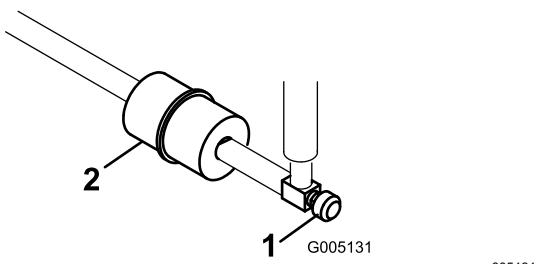

Figure 35
Le filtre à carburant en ligne se trouve dans la conduite d'alimentation, entre le réservoir de carburant et le carburateur (Figure 35).
1. Fermez le robinet d'arrivée de carburant (Figure 35).
2. Placez un bac de vidange sous le filtre, desserrez le collier sur le côté carburateur du filtre, et débranchez la conduite de carburant du filtre (Figure 35).
3. Desserez l'autre collier et déposez le filtre (Figure 35).